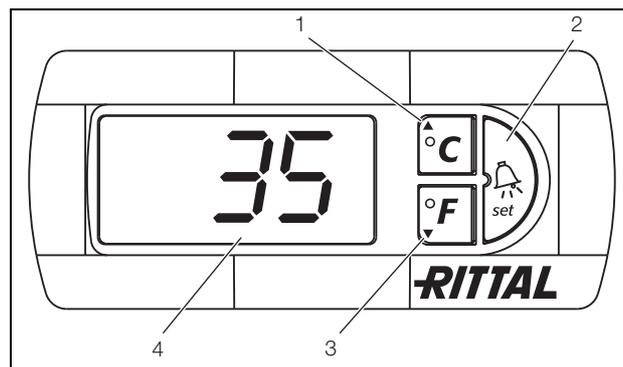

Fig. 19 : régulateur e-confort
Le régulateur e-confort dispose d'un affichage à 7 segments (fig. 19, n° 4). Après la mise sous tension, il commence par afficher la version actuelle du logiciel pendant env. 2 secondes ainsi que le mode « Eco » activé, puis l'option préréglée (p. ex. t10) ou la température.
La programmation de l'appareil se fait à l'aide des touches 1 – 3 (fig. 19). Les paramètres correspondants sont également visualisés sur l'afficheur.
- Appuyer simultanément sur les touches 1 et 2 (fig. 19) pendant au moins 5 secondes.
Les touches 1, 2 et 3 (fig. 19) vous permettent de modifier 24 paramètres à l'intérieur des plages définies (valeurs limites minimales et maximales).